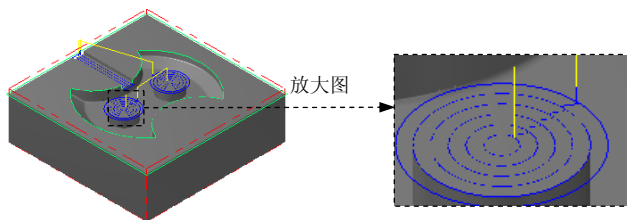

图 22.33 刀具路径
Step6. 单击“曲面精加工浅平面”对话框中的 按钮, 同时在图形区生成图 22.33 所示的刀具路径。